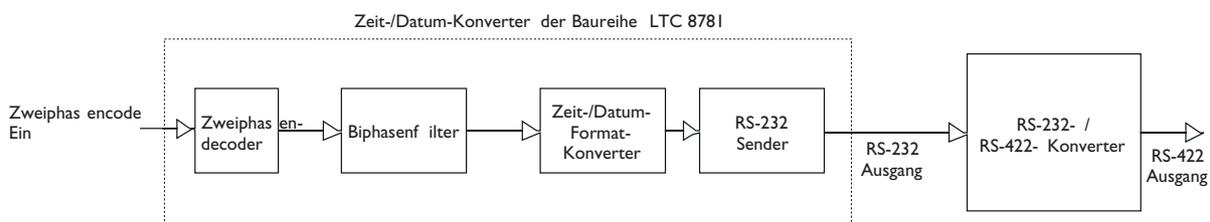
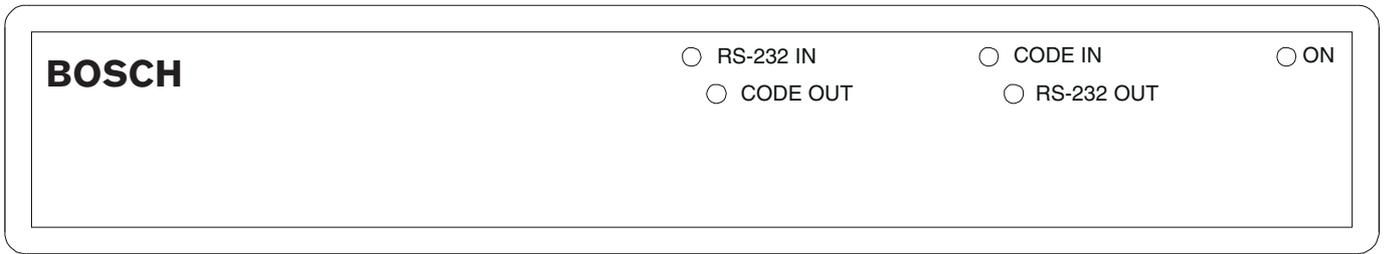

Abb. 1: Blockdiagramm in Konzeptform für den Betrieb der Baureihe LTC 8781
Abb. 4: Fronttafel
Durch Leuchtdioden (LED) auf der Fronttafel wird angezeigt, daß RS 232 Daten übertragen werden (RS-232 OUT), Zweiphasendaten empfangen werden (CODE EIN) und der Strom eingeschaltet (ON) ist. Die LED-Anzeigen mit der Aufschrift RS-232 EIN und CODE AUS werden nicht benutzt (und leuchten daher nicht). Siehe *Abb. 4*. *Abb. 1* enthält ein Blockdiagramm in Konzeptform und kann für Bezugszwecke verwendet werden.